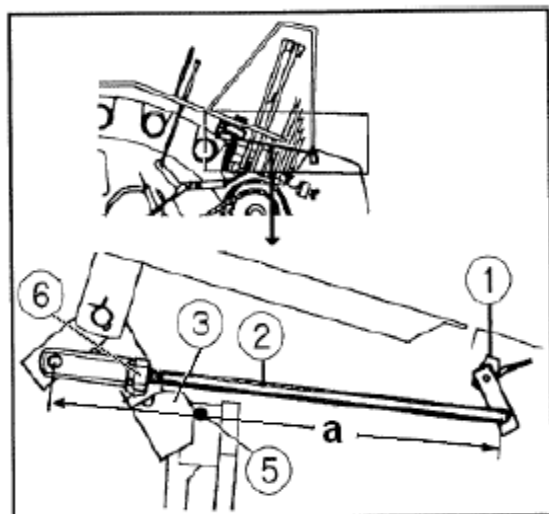

Рис. 21.
После достижения требуемого давления прессования запускается процесс обматывания, и тормоз шпагата освобождается с помощью ввода (1). Благодаря этому вращающийся тук может беспрепятственно затянуть шпагат. Недостаточное или запоздалое освобождение тормоза шпагата может вызвать дефекты в обматывании. В случае необходимости, отрегулировать соединительную тягу (2) или регулировочный рычаг (3) (рис. 21)
- Длина соединительной тяги (2) должна составлять = 514 мм
- Регулировочный рычаг (3) следует установить так, чтобы после начала процесса обматывания цапфа (5) оказалась в положении, как показано на рисунке. Вилкой (6) можно откорректировать размер а.